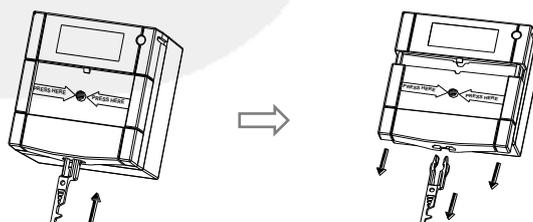

Fig. 3: Separar a parte frontal do corpo
1. Separe a parte frontal do corpo inserindo a chave de reset e puxando suavemente a parte inferior da frente do corpo (Fig. 3):